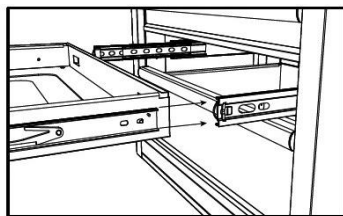

fig. 4
2. Maintenez la glissière de tiroir en l'alignant avec la glissière du coffre (fig. 4).